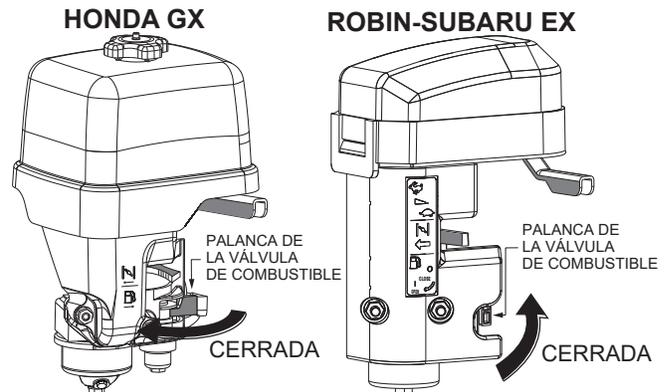

Figura 42. Palanca de la válvula de combustible (**CERRADA**)
4. Ponga la palanca de la válvula de combustible en la posición **CERRADA** (Figura 42).